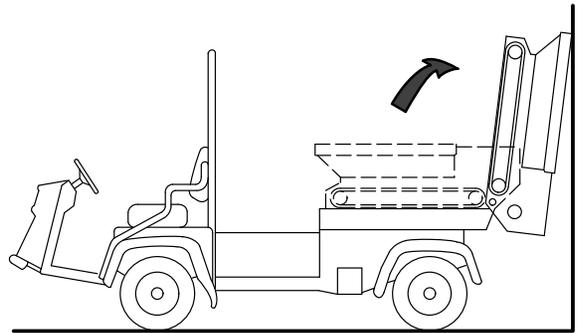

图 32
- 3. 向后转动料斗并依靠在墙壁、柱子、梯子等物体上面图 32。
确保料斗翻转超过中心线和/或固定到墙壁或柱子上防止其意外跌落到工作区图 32。
3. 小心将料斗向下转动到滑行机架轨道上请参阅 图 32 的 拆除滑行滚道 \(页码 19\)。